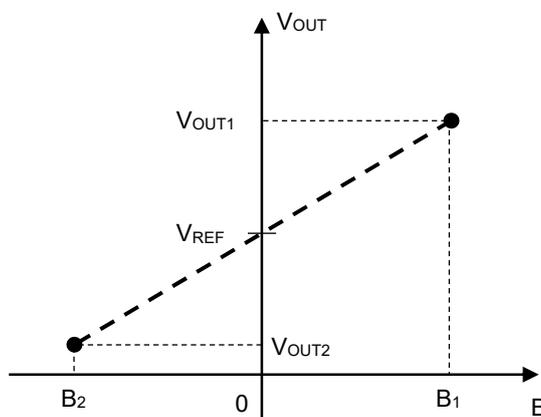

図19
図19に磁束密度 (B) と出力電圧 (V_{OUT}) の関係を示します。磁気感度 (S) とは、磁束密度 (B) に対する出力電圧 (V_{OUT}) の傾きです。磁束密度 = B_1 のときの出力電圧 = V_{OUT1} と磁束密度 = B_2 のときの出力電圧 = V_{OUT2} より、以下の式で算出されます。